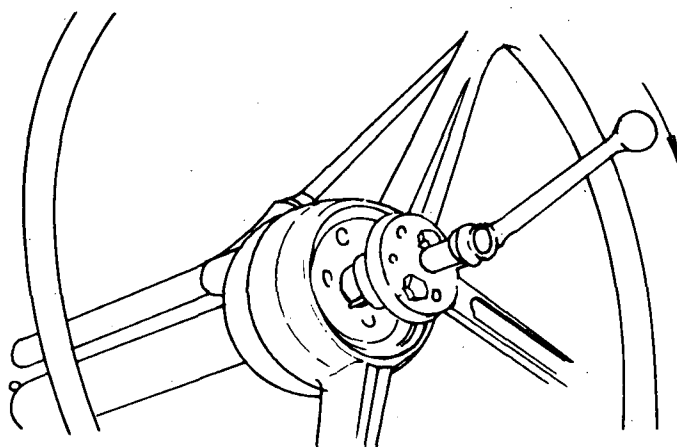

Fig. 1
- e Coloque o extrator e retire o volante (fig. 1).